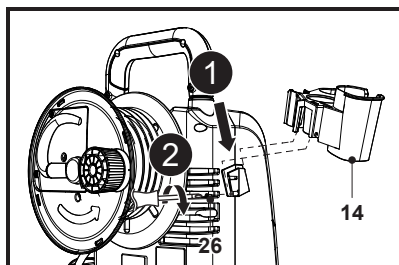

Fig. 1a
1. Deslize o suporte da suspensão (14) para o respetivo apoio e alinhe o orifício de montagem e, em seguida, utilize uma chave de parafusos de cabeça cruzada adequada (não fornecida) adequada para fixar a ligação com o parafuso (ST3,5 x 13) (26) (Fig. 1a).